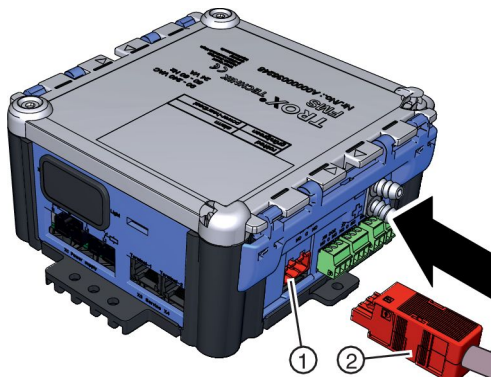

Abb. 15: EM-VENT einstecken
3. ▶ Erweiterungsmodul EM-VENT (Abb. 15/1) in Digitalausgang DO-1 (Abb. 15/2) einstecken.